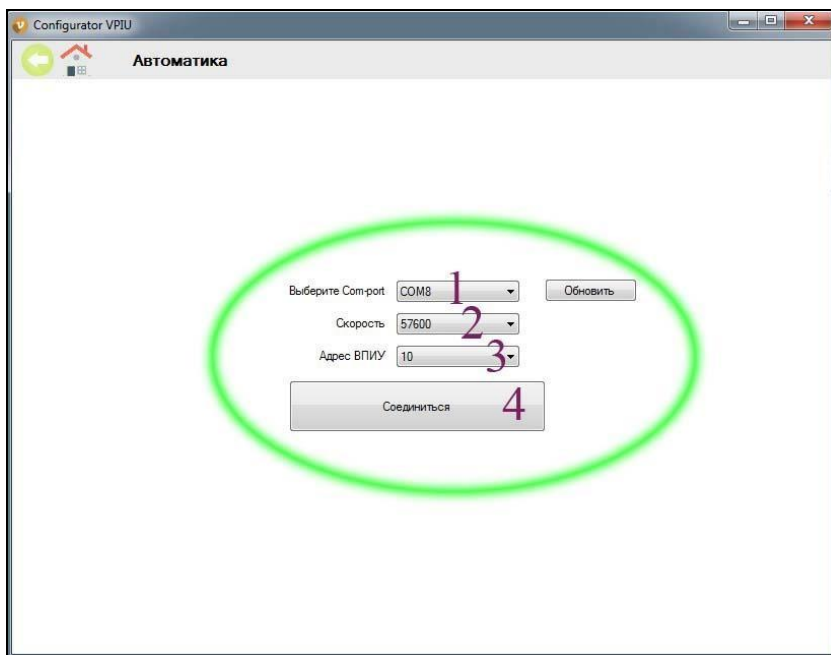
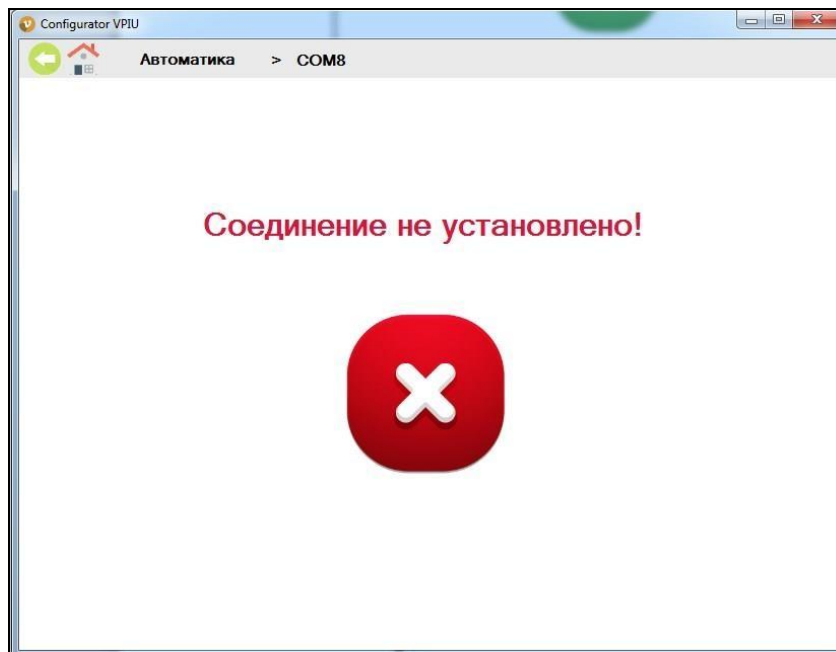

Рис. 27 Скриншот окна установки параметров соединения ВПИУ-А с ПЭВМ
Рис. 29 Скриншот отсутствия соединения ВПИУ-А с ПЭВМ
6) Выбрать номер СОМ-порта из доступных, установить скорость СОМ-порта – 57600, в поле «Адрес ВПИУ» установить адрес ВПИУ-А в ОЛС, далее кликнуть на кнопку «Соединиться» (см. рисунок 27);
При неудачном соединении по истечении 10 с появится сообщение «Соединение не установлено!» (см. рисунок 29), и программа автоматически перейдет к выбору параметров соединения (см. рисунок 27).